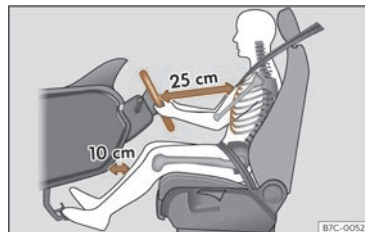

Fig. 12 La distance correcte entre le conducteur et le volant doit être de 25 cm minimum (10 pouces).
- Réglez le volant de sorte qu'il se trouve à une distance d'au moins 25 cm (10 pouces) du sternum >>> fig. 12 et que vous puissiez le tenir à deux mains sur les côtés, par l'extérieur, les bras légèrement fléchis.